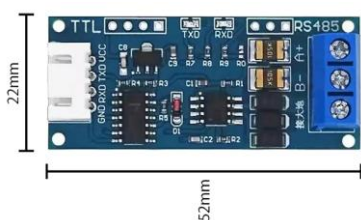

Рис. 8
Конвертер TTL-RS485 предназначен для соединения термостатов в цепь. (Рис. 8)
- соблюдайте осторожность в обращении с конвертером RS485 (Рис. 8), потому что он чувствителен к электростатическому разряду;